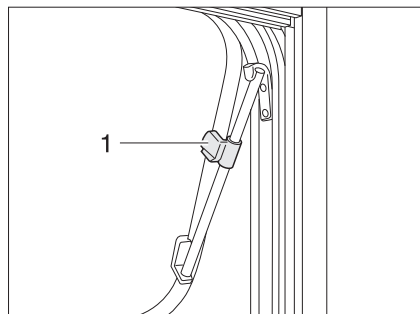

Fig. 34 Fenêtre projetante avec bras pivotants, ouverte
- Ouvrir la fenêtre projetante jusqu'à la position voulue et la bloquer avec la molette (Fig. 34,1).
- Tourner la molette (Fig. 34,1) jusqu'à ce que le dispositif de blocage soit libéré.